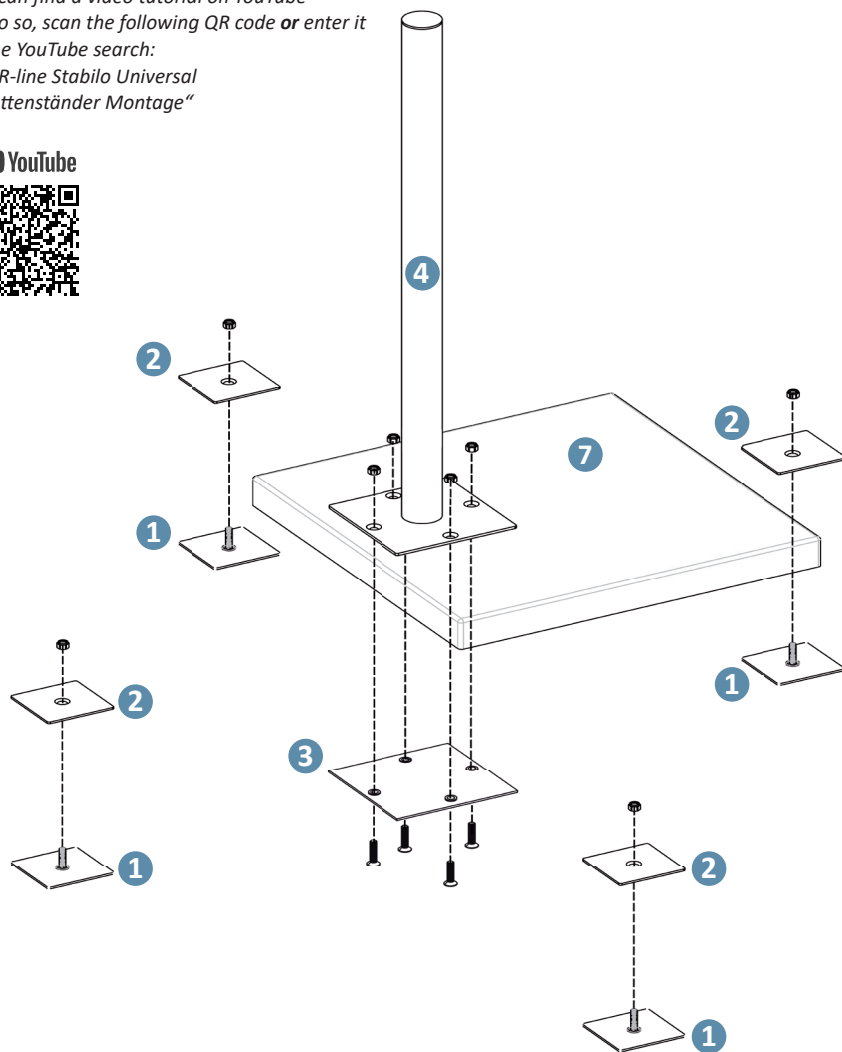
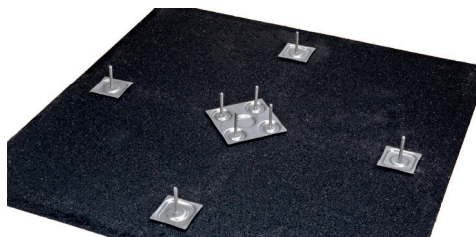
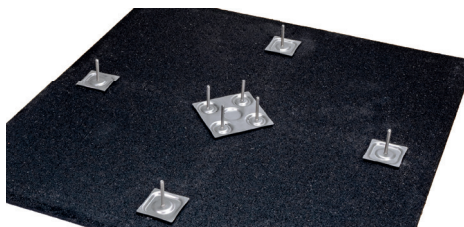

Abb. 1/ fig. 1
Abb. 4
fig. 4
1. Die mitgelieferten Schloss-Schrauben in die Vierkantlöcher der Stanz-Bleche (**Abb.1 Nr.1+3**) stecken. (**siehe auch Abb.2**)
2. Die beigelegten Gummi-Stücke (**Abb.8 Nr.5**) jeweils an die Unterseite der Stanz-Bleche (**Abb.1 Nr.1+3**) und auf den Schraubenkopf kleben (**siehe auch Abb.3**). Diese Schützen den Untergrund vor Kratzern. Auf Flachdächern oder empfindlichen Untergründen, wird eine 8mm starke Dachschutzmatte (optional erhältlich) empfohlen.
3. Die vier kleinen Stanz-Bleche (**Abb.1 Nr.1**) und das große Stanz-Blech (**Abb.1 Nr.3**) mit den Schrauben nach oben, wie in (**Abb.1 bzw. Abb. 4**) gezeigt, ausrichten (ca. 50cm Abstand vom Mast in alle 4 Richtungen).
4. Die erste Beton-Platte (**Abb.1 Nr.7**) direkt auf die Stanz-Bleche (**Abb.1 Nr.1+3**) legen, sodass die Schrauben berührt werden (**siehe auch Abb.5 und Abb.6**).
6. Die Stanz-Bleche (**Abb.1 Nr.2**) und den Mast (**Abb.1 Nr.4**), wie in (**Abb. 7**) zu sehen ist, auflegen und alle 8 Muttern gut und handfest anschrauben (nicht mit Gewalt festziehen!). Die Stanz-Bleche sind etwas gewölbt und werden beim anziehen wie eine Feder gespannt.
1. Insert the supplied lock screws into the square holes of the stamped plates (**fig.1 no.1+3/ fig.2**).
2. Glue the enclosed rubber pieces (**fig.8 no.5**) to the underside of the stamped plates (**fig.1 no.1+3**) and to the screw head (**fig.3**). These protect the underground from scratches.
3. Align the four small stamped plates (**fig.1 no.1**) and the large stamped plate (**fig.1 no.3**) with the screws facing upwards as shown in (**fig.1 and fig. 4**), (a distance of approx. 50cm from the mast in all 4 directions).
4. Place the first concrete plate (**fig.1 no.7**) directly on the stamped plates (**fig.1 no.1+3**) so that the screws are touching (**fig.5 and fig.6**).
6. Place the stamped plates (**fig.1 no.2**) and the mast (**fig.1 no.4**), as shown in (**fig.7**) and hand tighten all 8 nuts (do not force!). The stamped plates are slightly curved and get stretched like a spring when tightened.